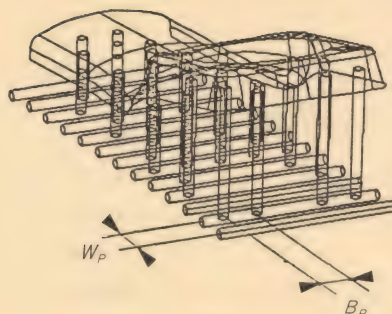

図 10
⑧①で配置したヨコ水穴上の $L$ 方向に、⑥で求めたタテ水穴ピッチ  $W_p$  で等間隔にタテ水穴の配置中心位置を求める。ただし、千鳥の配置とする (図 10)。
⑨タテ水穴中心位置を④で求めたオフセット面上に投影する。
①投影部に面がない場合は、タテ水穴の配置は行わない。
②投影部に面がある場合のみタテ水穴の配置を行う。
③タテ水穴長さは④で求めたオフセット面上の投影点からヨコ水穴中心までの長さとする。